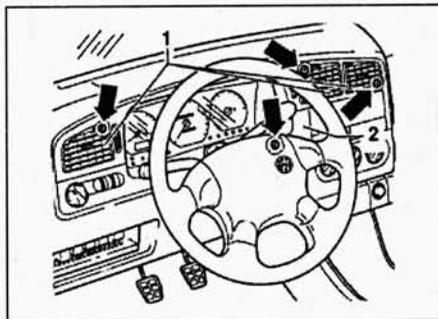

Рис. 10.7. Винты крепления декоративной накладки панели приборов (указаны стрелками) – поздние модели
- 7 Отверните три винта за дефлекторами и один за декоративной панелью, снятие которой описано в п. 5. Снимите декоративную накладку панели приборов (рис. 10.7).